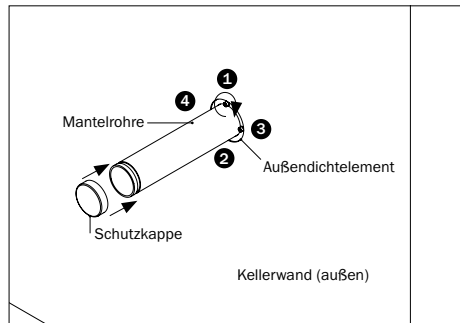

Abbildung 5.4: Schutzkappe wieder aufsetzen und Anziehen der Schrauben über Kreuz mit einem Drehmoment von 7 Nm
- Setzen Sie bis zur Installation der Versorgungsleitungen die Schutzkappen zum Schutz vor Verunreinigungen wieder auf das Mantelrohr (s. Abbildung 5.4 bzw. 5.6).
- Ziehen Sie die vier Schrauben des Außendichteelements mittels Drehmomentschlüssel mit Innensechskant Steckschlüsseinsatz 5 mm über Kreuz mit einem Drehmoment von 7 Nm an (s. Abbildung 5.4 bzw. 5.6).